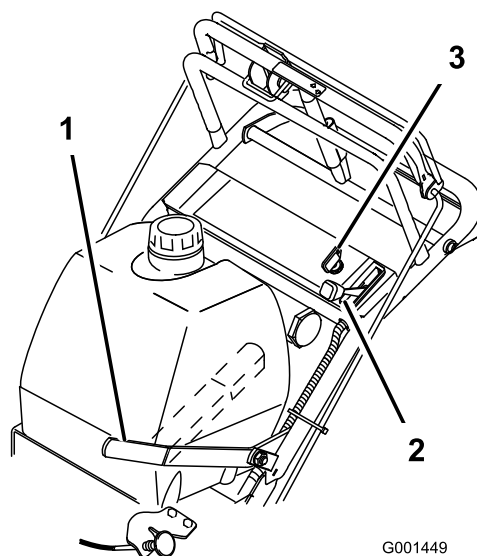

Figura 7
5. Gire la llave de contacto a la posición de **marcha** (Figura 7).
8. Tire del mando del estárter si el motor está frío (Figura 7).
1. Mueva la palanca del acelerador a la posición de **lento** (Figura 7).
3. Haga girar la llave de contacto a **desconectado** (Figura 7).